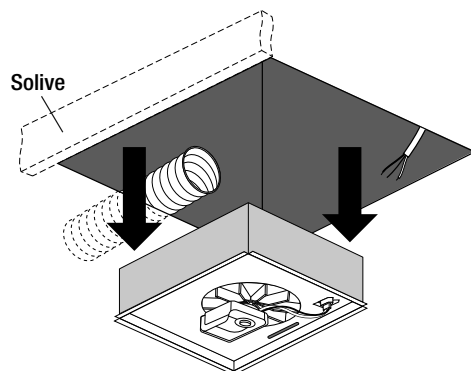

Fig. 5
- Retirer l'ancien ventilateur ainsi que le matériel d'installation. Utiliser un levier si nécessaire. Une fois l'ancien ventilateur retiré, le nouveau ventilateur peut être installé. Voir la figure 5.